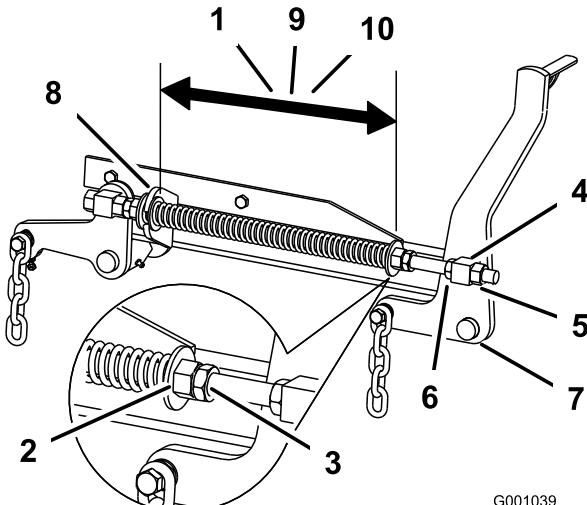

Figure 67
52 pouces, et de 26,7 cm (10,5 po) pour les plateaux de coupe de 60 pouces, ou de 29,2 cm (11,5 po) pour les plateaux de coupe de 72 pouces (Figure 67).
3. Réglez cette distance en desserrant l'écrou de blocage du ressort et en tournant l'écrou devant chaque ressort (Figure 67). Tournez l'écrou dans le sens horaire pour raccourcir le ressort, et dans le sens inverse pour l'allonger.
4. Bloquez l'écrou en position en serrant l'écrou de blocage du ressort (Figure 67).